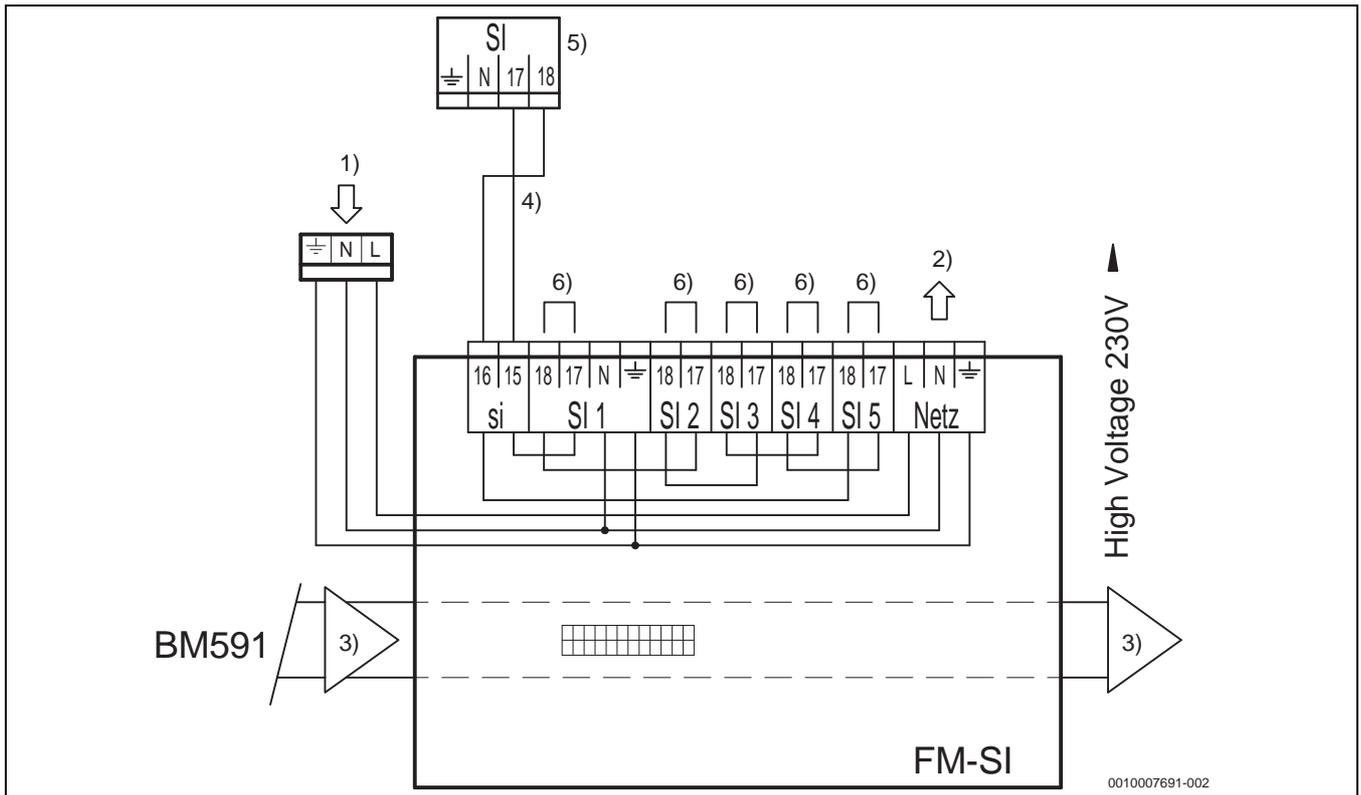

Bild 91 Schaltplan Funktionsmodul FM-SI
**Achtung:** Ist die Netzverbindung (→ Bild 91, [1]) nicht gesteckt und die Sicherheitskette geschlossen, wird eine Störung angezeigt.
- An die Anschlussklemme SI des Regelgeräts (→ Bild 91, [5]) dürfen bei der Installation des Moduls FM-SI keine zusätzlichen Sicherheitseinrichtungen angeschlossen werden. Die Brücke an der Anschlussklemme SI muss entfernt werden.